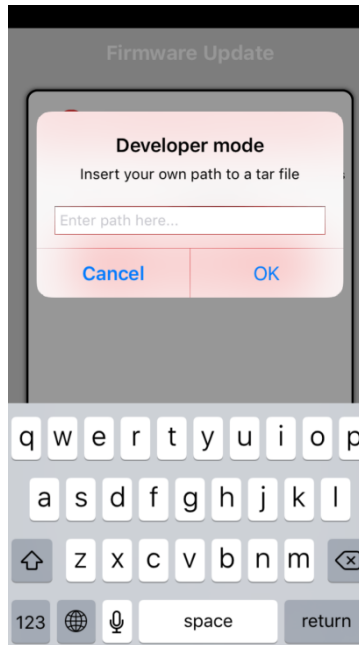

图 25. 移动应用程序私有 OTA 库
3. 或者，如果用户要修改该链接，还可按住检查软件更新 (Check for software update) 按钮旁的下载图标并填入新 URL，如图 25 所示。